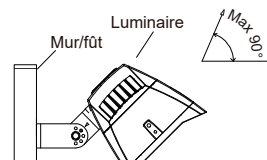

figure 10
Étape 3 : connectez le luminaire au support et resserrer les vis ; connectez les fils adéquatement (figure 10).
Remarque : L'angle réglable se réfère à la figure 10.